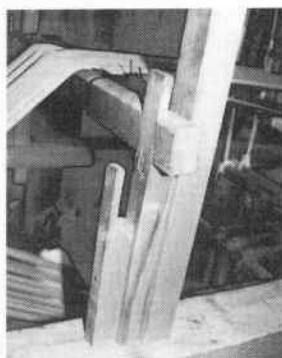

図17 山の部分 ▶
- ・図17は山の部分ですが、2段階になっているのがよくわかる。ちなみに山の位置を変える仕組みになっているものはC・D・F・Gがある。経糸の傾斜を変えるためのものと考えられるが、どういう時行ったのかわからない。